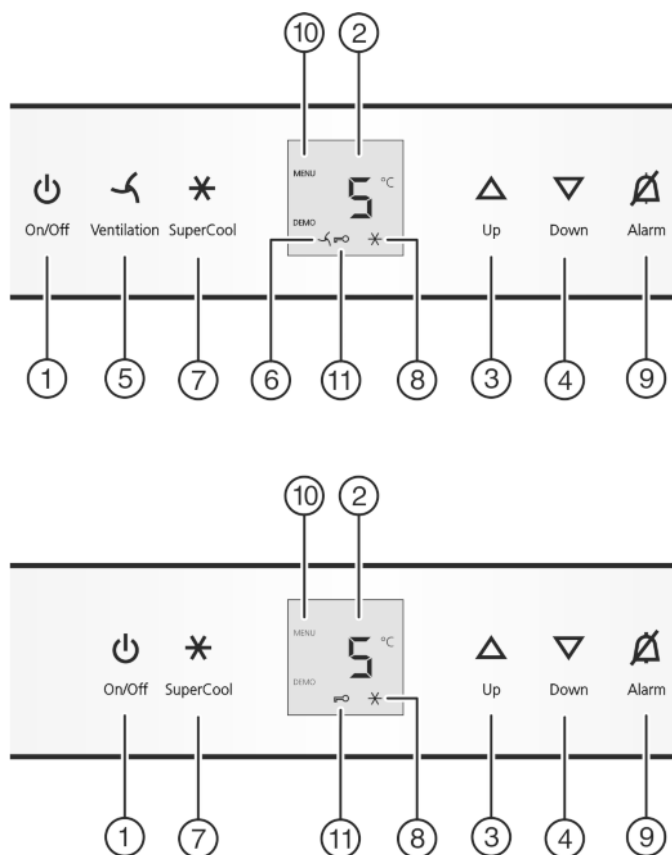

Fig. 2
- Appuyer sur la touche On/Off Fig. 2 (1).
- ▶ Activer le mode de réglage : appuyer env. 5 sec. sur la touche SuperCool Fig. 2 (7).
- ▷ Le symbole Menu Fig. 2 (10) est allumé.
- ▶ Pour confirmer, appuyer brièvement sur la touche SuperCool Fig. 2 (7).
- ▶ appuyer brièvement sur la touche SuperCool Fig. 2 (7) pour activer la sécurité enfants.
- ▷ Le symbole Sécurité enfants Fig. 2 (11) est allumé. L'affichage **c** clignote.
- ▶ appuyer brièvement sur la touche SuperCool Fig. 2 (7) pour désactiver la sécurité enfants.
- ▷ Le symbole Sécurité enfants Fig. 2 (11) s'éteint. L'affichage **c** clignote.
- ▶ Désactiver le mode de réglage : appuyer sur la touche On/Off Fig. 2 (1).
- ▶ Appuyer sur la touche Alarme Fig. 2 (9).
- ▶ Augmenter la température : appuyer sur la touche de réglage Up Fig. 2 (3).
- ▶ Diminuer la température : appuyer sur la touche de réglage Down Fig. 2 (4).
- ▶ Appuyer brièvement sur la touche SuperCool Fig. 2 (7).
- ▷ Le symbole SuperCool Fig. 2 (8) s'allume dans l'affichage.
- ▷ Le symbole SuperCool Fig. 2 (8) s'éteint dans l'affichage.